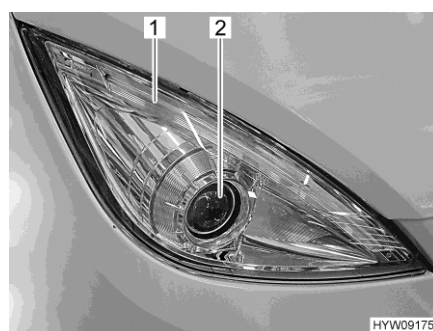

Fig. 147 Phare avant
Les feux diurnes et les indicateurs de direction sont des lampes DEL (Fig. 147,1). Pour remplacer les DEL, se rendre chez un revendeur agréé ou consulter un point de service après-vente.
**Feux de croisement/feux de route (Fig. 147,2)**